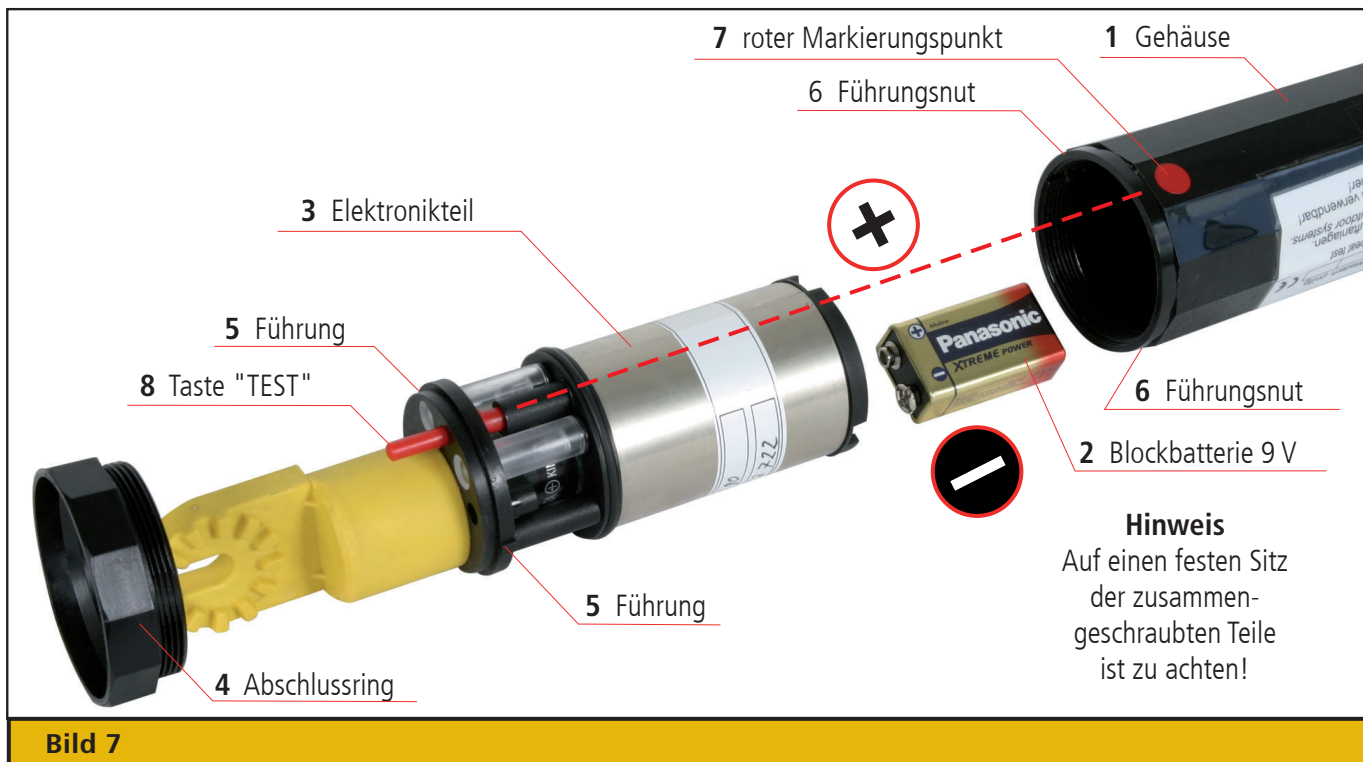

Bild 7
- 5.1 Durch Linksdrehung des Abschlussrings **(4)** am unteren Ende des Anzeigegerätes ist das Gehäuse **(1)** zu öffnen (die Isolierstange muss dazu nicht abgeschraubt werden) (siehe Bild 7, Seite 19).
- 5.2 Danach kann der Elektronikteil **(3)** aus dem Gehäuse gezogen werden (siehe Bild 7).
- 5.3 Die im oberen Ende des Elektronik-Einschubes im Batterieschacht befindliche 9 V Blockbatterie **(2)** ist gegen eine neue zu tauschen (Batteriesymbole beachten) (siehe Bild 7).
5.4 Der Zusammenbau erfolgt in umgekehrter Reihenfolge. Beim Einschieben des Elektronikteils (3) ist darauf zu achten, dass die rote Taste "TEST" (8) und der rote Markierungspunkt (7) übereinstimmen (siehe Pfeil in Bild 7). Die Führungen (5) müssen in die Führungsnuten (6) eingreifen. Nach dem Einschieben des Elektronikteils (3) ist der Abschlussring (4) vollständig mit dem Gehäuse (1) zu verschrauben (siehe Bild 7).